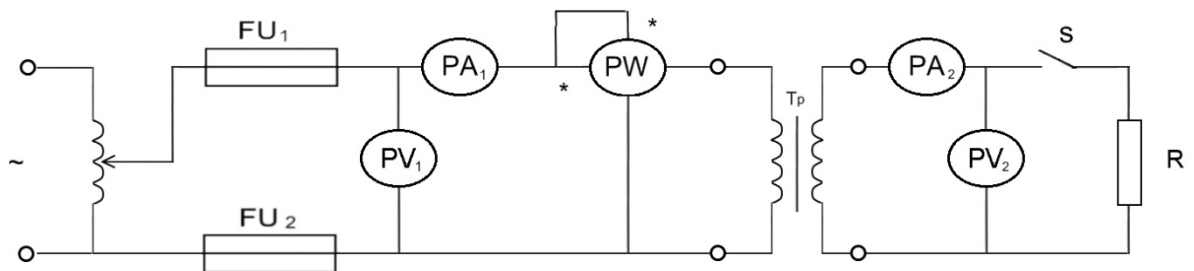

Рис. 12. Принципиальная схема работы трансформатора
2. Собрать электрическую цепь согласно предложенной схеме (рис.12).